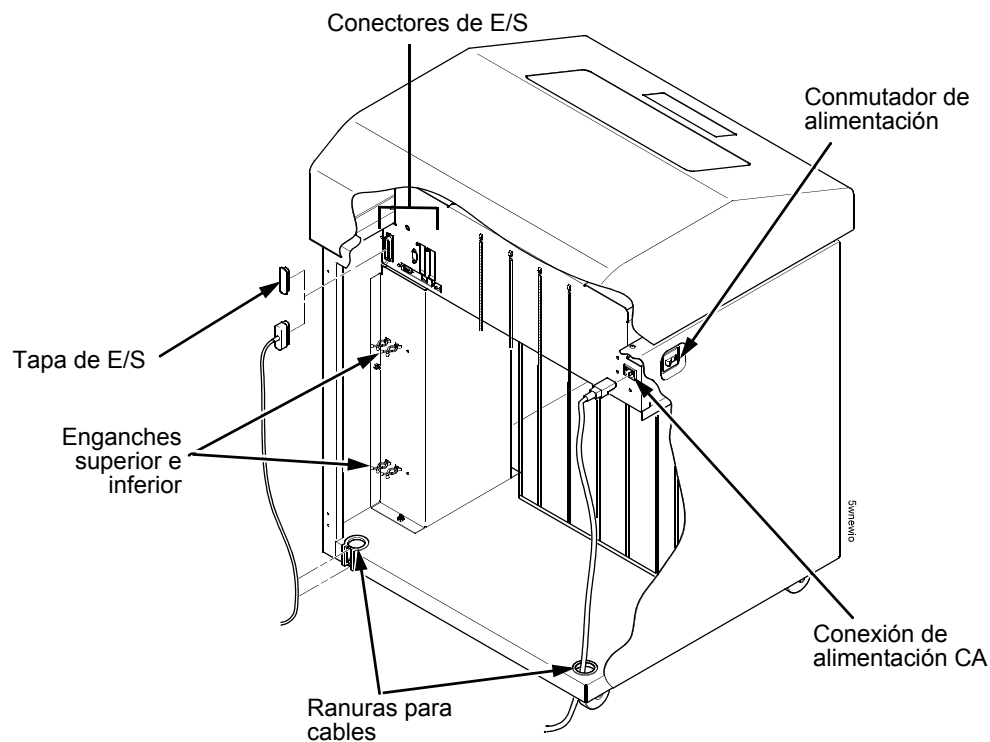

Figura 13. Dirección del cable de E/S y el cable de alimentación CA
6. Guíe el cable de alimentación por el orificio en la esquina inferior derecha trasera del gabinete (consulte la Figura 13). Introduzca el cable de alimentación en la abrazadera a que está fijado el resorte de gas.